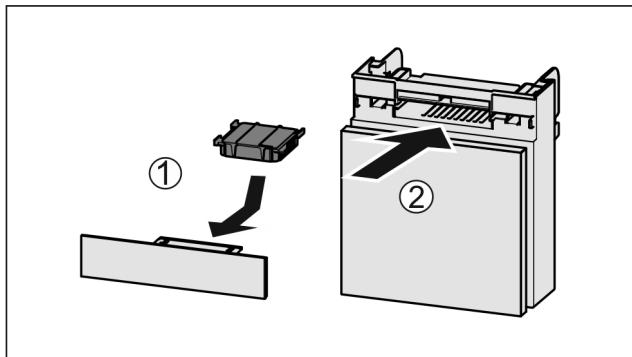

Fig. 141
- Aktivkohlefilter nach Abbildung einsetzen Fig. 141 (1).
► Fach einschieben Fig. 141 (2).